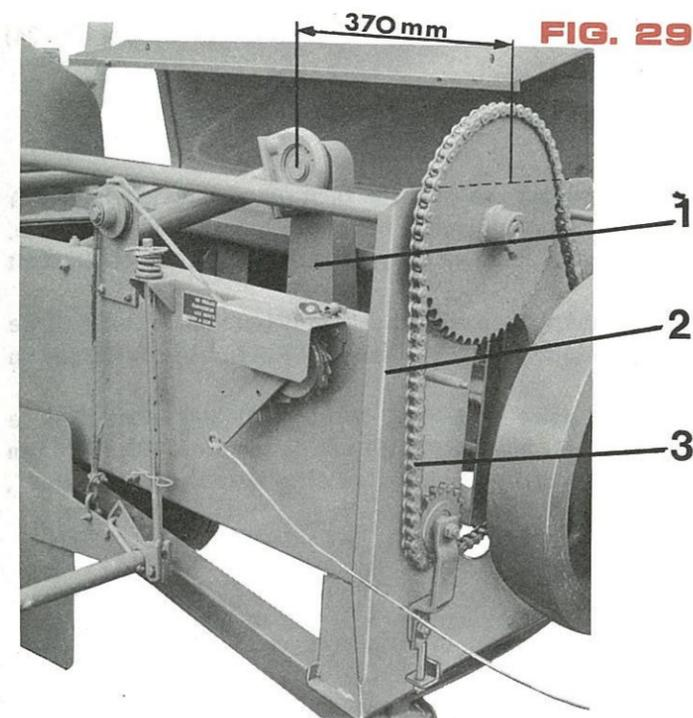

FIG. 29
SYNCHRONISATION DES FOURCHES PAR RAPPORT AU PISTON (fig. 29 - 30 - 31)
- Placer la manivelle (1 fig. 29) du piston vers le haut et verticale, en tournant le volant dans le sens de marche.
nota : Pour s'assurer du positionnement correct de la manivelle (1 fig. 29) mesurer la distance de l'axe du maneton au tablier avant (2 fig. 29) qui est de 370 mm.
- Si les mesures prises ne correspondent pas à celles indiquées, régler d'abord la fourche tasseuse en démontant la chaîne primaire (3 fig. 29) puis la fourche droite en démontant la chaîne secondaire (1 fig. 30).